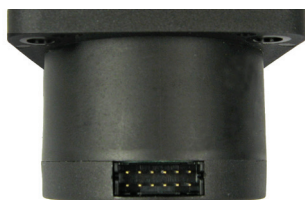

Fig. 1
- The HF series (Output options 0-11) features a Hirose DF11-12DP-2DS9 (24) header (male receptacle) (Fig 1)
JOYSTICK HEADER - HIROSE DF11-12DP-2DS9 (24) PINOUT (FIG 1)